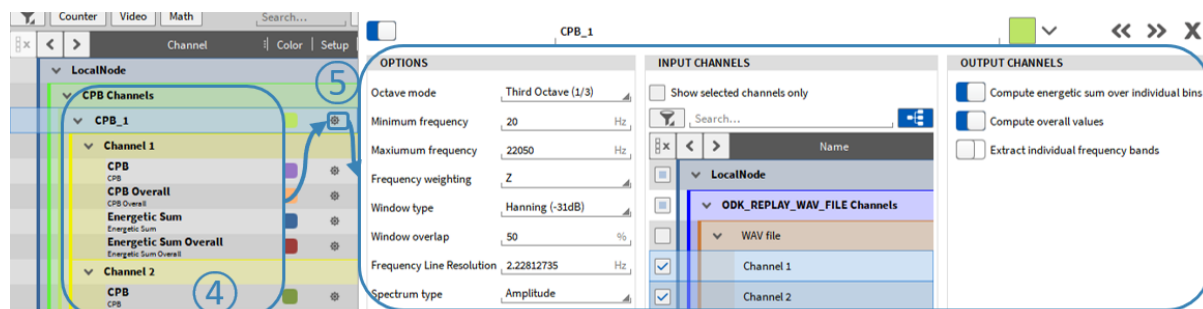

Abb. 7.129: Nachträgliche Änderung der CPB-Optionen
3. Drücken Sie *Add* um die Berechnung anzulegen. Die Ausgangskanäle werden der Kanalliste hinzugefügt (siehe ④ in Abb. 7.129)
4. Die Einstellungen können nachträglich geändert werden und sind über den *Gear* Button der jeweiligen Kanalgruppe zugänglich (siehe ⑤ in Abb. 7.129)
- Das zeitlich ändernde CPB Spektrum wird automatisch berechnet. Der Kanalname ist *CPB* (siehe ④ in Abb. 7.129).
- Falls *Compute energetic sum over individual bins* aktiviert ist, wird die energetische Summe des Spektrums berechnet. Der Kanalname ist *Energetic Sum* (siehe ④ in Abb. 7.129).
Die Kanalnamen sind *CPB Overall* und *Energetic Sum Overall* (siehe ④ in Abb. 7.129).